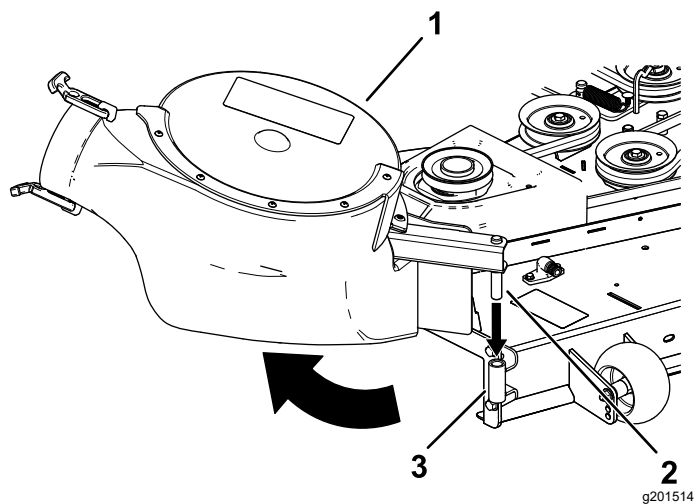

Figura 23
2. Umetnite obrtni oslonac duvača u nosač duvača i okrenite sklop duvača na unutra prema mašini (Figura 23).